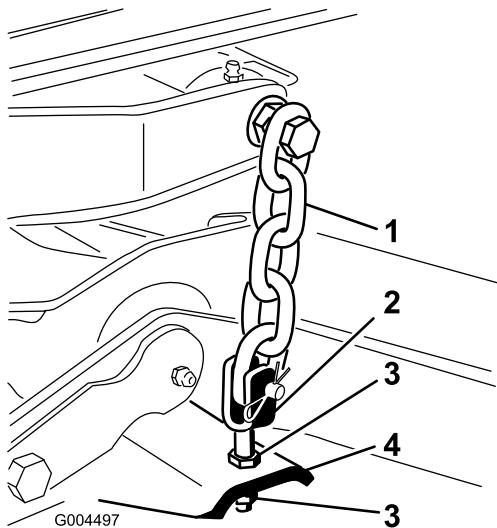

Bild 5
8. Stellen Sie die Klemmmuttern ein, mit denen die Mähwerksgabeln bzw. -ketten am Mähwerk befestigt sind, bis das Mähwerk nivelliert ist (Bild 5).
7. Stellen Sie die Klemmmuttern ein, mit denen die hinteren Joche bzw. Ketten des Mähwerks (Bild 5) befestigt sind, um das Mähwerk hinten anzuheben, sodass die Messerneigung auf 8 mm bis 11 mm eingestellt ist.